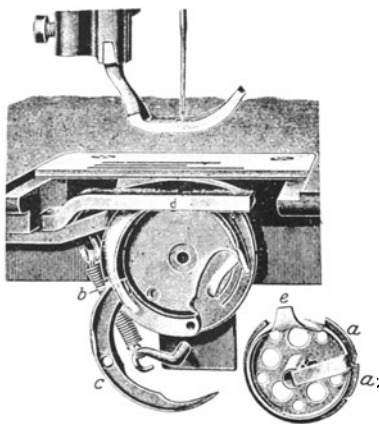

Abb. 23. Ansicht des Greifers mit abgenommenem Spulengehäuse.
2. **Durch einen an dem Spulengehäuse befindlichen Randflansch**, der in eine im Greiferkessel befindliche Nut eingreift (Abb. 23a, b). Will man das Spulengehäuse aus dem Greiferkessel entfernen, so dreht man den mit einer kleinen Schraube gehaltenen Hebel c, Abb. 23 seitwärts¹⁾. Die Drehung des Gehäuses wird dadurch verhindert, daß ein Ausschnitt an seinem äußeren Rande um einen Vorsprung des oberhalb gelagerten **Spulengehäusehalters** greift (oder umgekehrt sein Vorsprung in einen Ausschnitt des letzteren). Das Spulengehäuse sitzt dauernd im Greifer, es ist **eingebaut**; die Spule wird in das Gehäuse gesteckt und durch eine Klinke gehalten. Der Übelstand, daß man das Einlegen des Unterfadens und die Regelung der Unterspannung nicht wie bei der Maschine mit Brille außerhalb der Maschine vornehmen